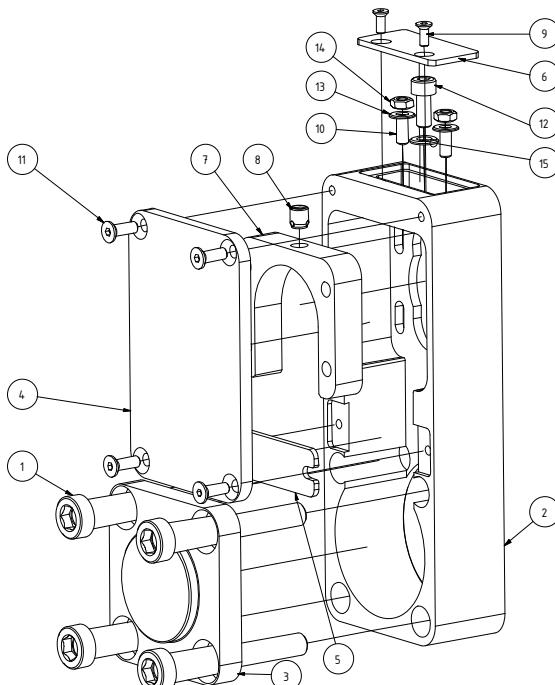
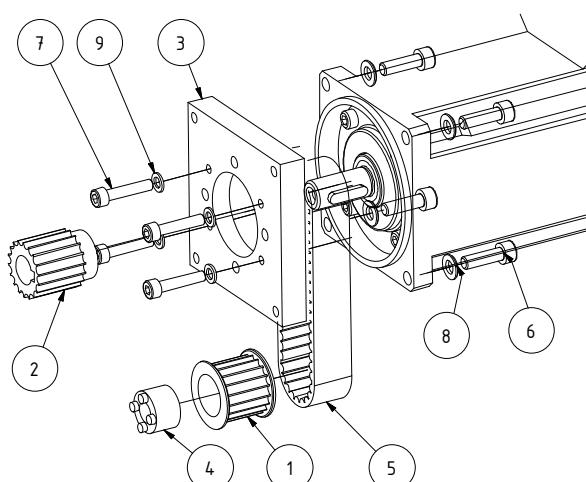

Abbildung 20: Parallelgehäuse
Abbildung 21: Motoranbauoption
- ◆ Deckel (siehe Abbildung 20 Pos.6 und Pos.4) demontieren.
◆ 4 Schrauben (siehe Abbildung 22) leicht lösen, ca. 1 bis 2 Umdrehungen (für Detailansicht siehe Abbildung 20 und Abbildung 21).
◆ Spannschraube (siehe Abbildung 20 Pos.12) soweit lösen, bis sich die Antriebseinheit nicht mehr weiter absenkt.
- ◆ 4 Schrauben (siehe Abbildung 21 Pos. 7) ganz heraus drehen. Zuerst unten, dann oben.
- ◆ Motor- / Getriebeflansch (siehe Abbildung 21 Pos.3) durch Lösen der Schrauben (siehe Abbildung 21 Pos.6) demontieren.
◆ Motor- / Getriebeflansch (siehe Abbildung 21 Pos.3) mit den Schrauben (siehe Abbildung 21 Pos.6 & Pos.8) montieren.
- ◆ 4 Schrauben (siehe Abbildung 21 Pos.7) bis der Motorflansch anliegt eindrehen. Noch nicht fest festdrehen.
- ◆ Deckel (siehe Abbildung 20 Pos.6 un Pos.4) montieren.